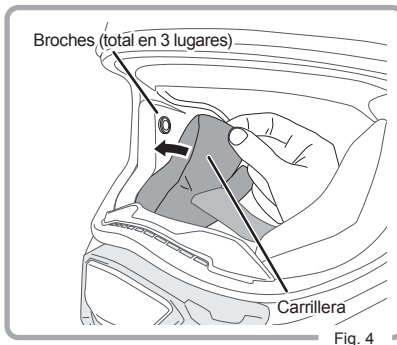

Fig. 4
5. Abroche los 3 broches (Fig. 4).